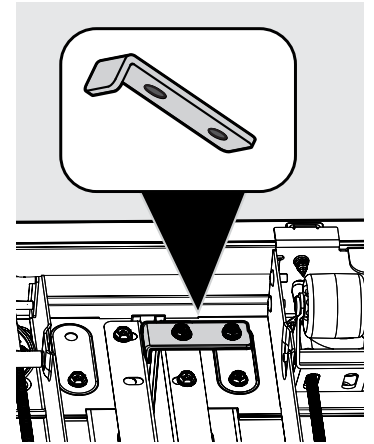

Fig. 8
4. Avec le réfrigérateur toujours sur le dos, utilisez un tourne-écrou $\frac{5}{16}$ po pour retirer deux boulons 4H et fixez la barre en L 10H (Fig. 8).